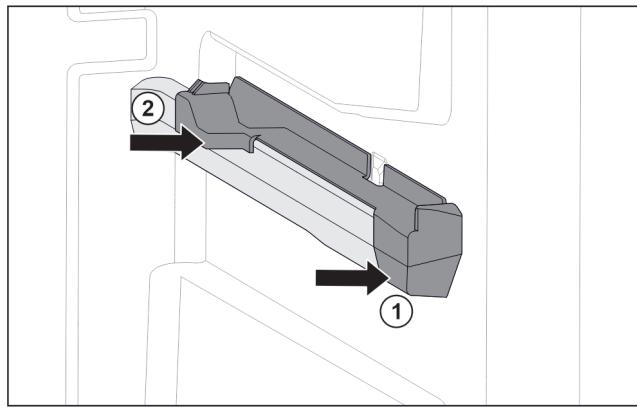

Fig. 42 Natični nastavek na desnemu nastavku za posodo
- Natični nastavek spredaj namestite na nastavek za posodo. Fig. 42 (1)
► Pritisnite natični nastavek zadaj. Fig. 42 (2)